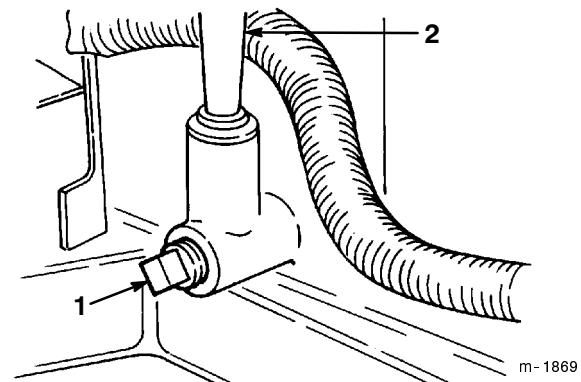

Figure 29
4. Placer une bassine sous le goulot de remplissage et jauge, et enlever le bouchon de vidange (Fig. 29).